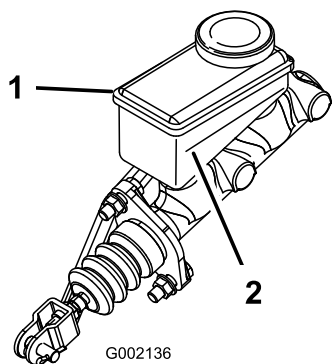

Bild 64
5. Lesen Sie den Flüssigkeitsstand am Stutzen an der Seite des Behälters ab (Bild 64).
- B. Füllen Sie DOT 3-Bremsflüssigkeit in den Behälter, bis der Füllstand über der Minimum-Markierung liegt (Bild 64).